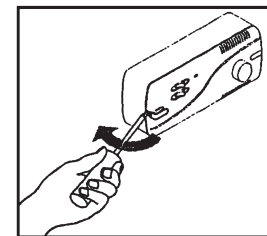

Fig. 2a :
- 1 Détachez le bandeau et le cadre de montage en retirant les couvre-vis et deux vis (Voir les Fig. 2a et 2b).